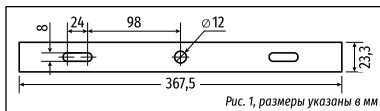

Рис. 1, размеры указаны в мм
1. Прожектор устанавливается на поверхности при помощи поворотной лиры с тремя отверстиями, Рис. 1.